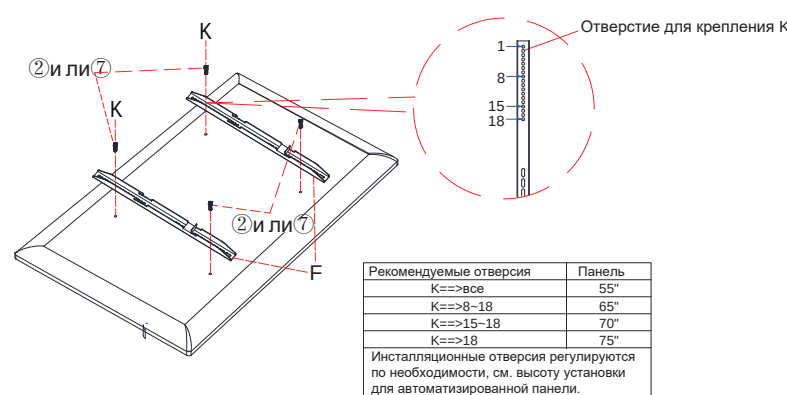

рис. 7
Шаг 7: Смонтируйте диалоговую индикаторную панель и подвесной затвор (F) винтом (② или ⑦), предназначенным для действительного использования (рис. 7)